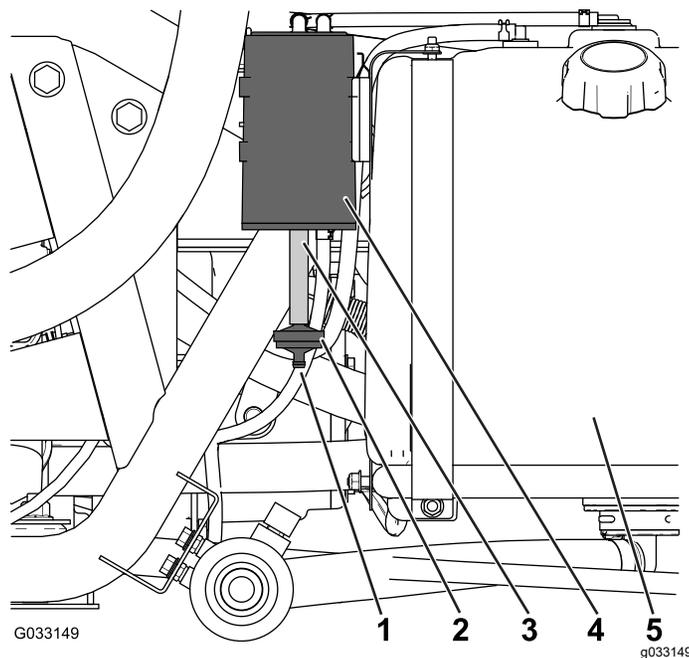

図 48
カーボンキャニスタのエアフィルタの開口部を点検し、汚れていないこと、ごみや異物や通気の障害になるものが入っていないことを確認する 図 48。
1. カーボンキャニスタの底部についているカーボンキャニスタ用フィルタのバンプ 鋸歯フィッティングをホースから外し、フィルタを外す 図 48。